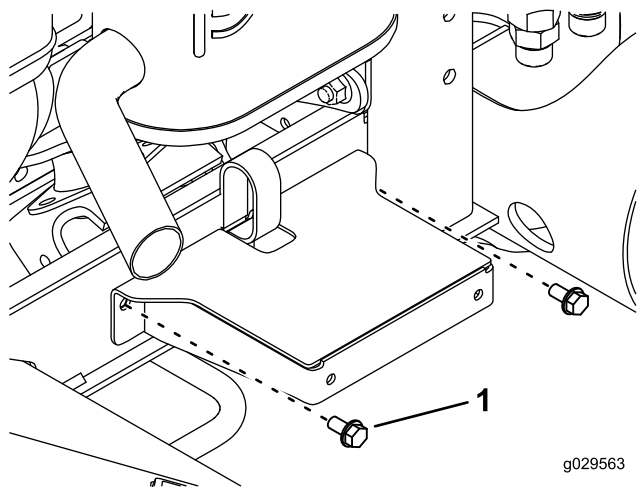

図 6
- 新しく開けた穴を使って、フェンダのマウントをフレームのチャンネル材に固定する。タップねじ5/16 x 5/8 インチ2本を使用する 図 6。